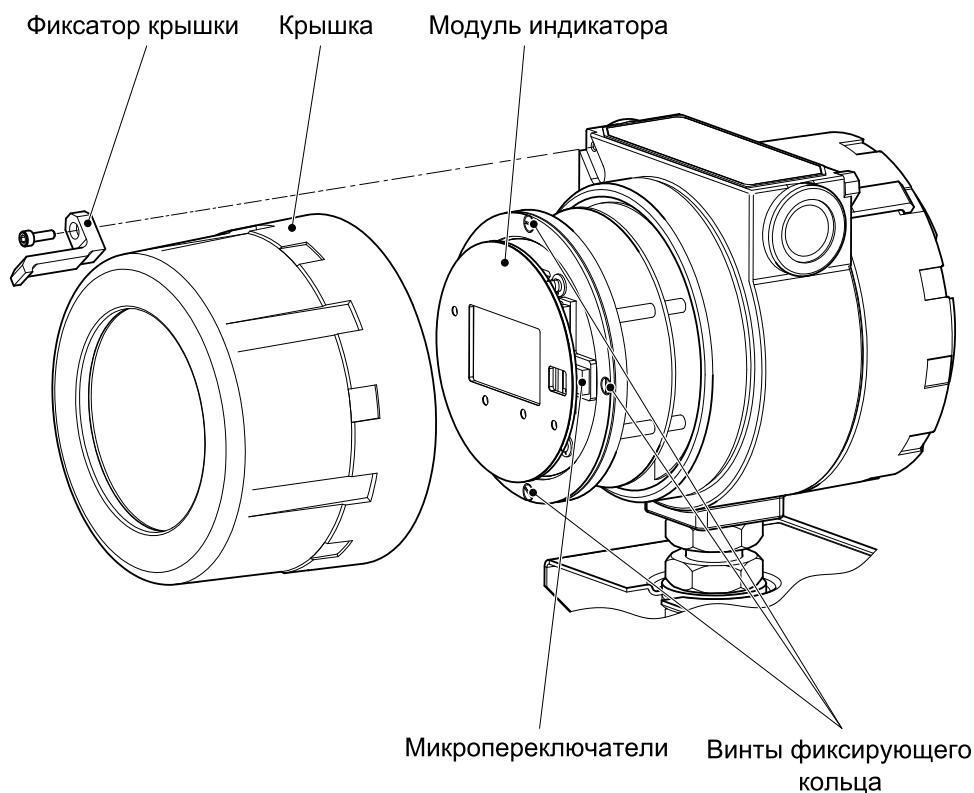

Рисунок 2.12 – Компоненты индикатора
- 1) Снимите фиксатор крышки, вывернув удерживающий винт (рисунок 2.12);